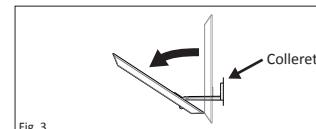

Fig. 3
- Peel and remove (2) pieces of protective strips from both pieces of tape on the supplied wall anchor brace bar. The tape is necessary to allow the supplied wall anchor brace bar to adhere to the back side of the wall for placement. (This will ensure that the bar will stay upright during installation.)
- Get supplied anchor, flip the bar downward at the end of the arm. The bar should be tilted up only slightly. (see Figure 3).
9. Détachez et retirez les (2) protections de chacun des deux morceaux de ruban adhésif situés sur la barre de support de l'ancrage mural. L'adhésif est nécessaire pour permettre à la barre de support de l'ancrage mural d'adhérer à l'arrière du mur, assurant ainsi un placement correct. (Cela permettra à la barre de rester droite pendant l'installation.)
10. Prenez l'ancrage fourni, inclinez la barre vers le bas à l'extrémité du bras. La barre doit être très légèrement inclinée vers le haut. (Fig. 3).
9. Pele y retire las (2) capas de protección de ambas piezas de cinta adhesiva ubicadas en la barra de soporte del anclaje de pared. La cinta adhesiva es necesaria para permitir que la barra de soporte del anclaje de pared se adhiera a la cara interior de la pared para facilitar su colocación. (Esto asegura que la barra permanecerá en posición vertical durante la instalación).
10. Tome el anclaje proporcionado, gire la barra hacia abajo al extremo del brazo. La barra debe estar levemente inclinada hacia arriba. (Fig. 3).